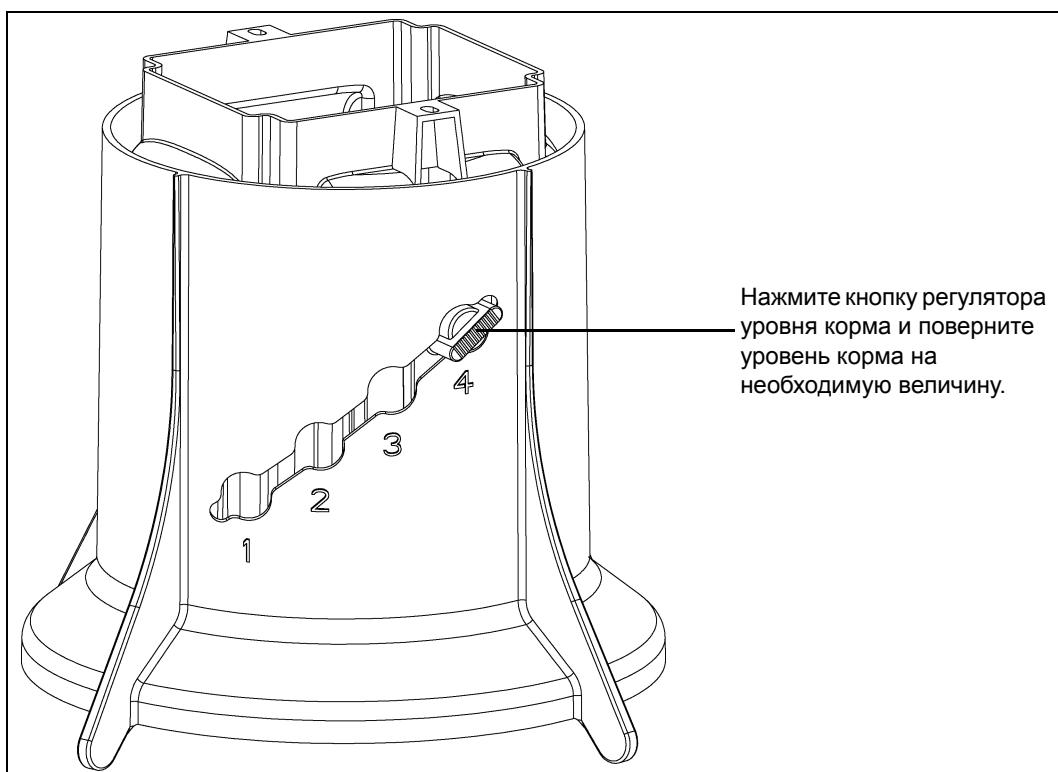

Рисунок 4I
3. Чтобы отрегулировать уровень корма, нажмите кнопку регулятора уровня корма и поверните уровень до необходимого значения, как показано на Рисунок 4I.